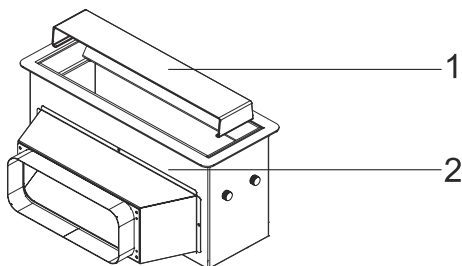

Fig. 6: Avmontering av kantsugplatta
1. ➡ Ta bort kantsugplattan/glaset vid luftintaget (Fig. 6).